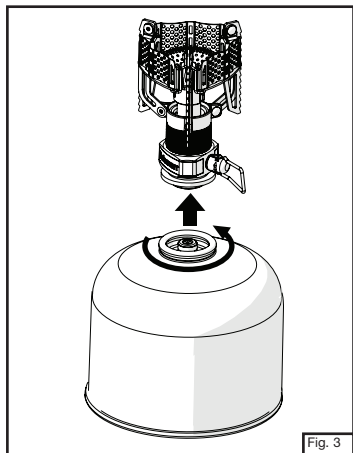

Fig. 3
- Enrosque la botella de GLP en el hornillo. Tenga cuidado de no enroscar mal. **APRIETE A MANO** únicamente. (Fig. 3)